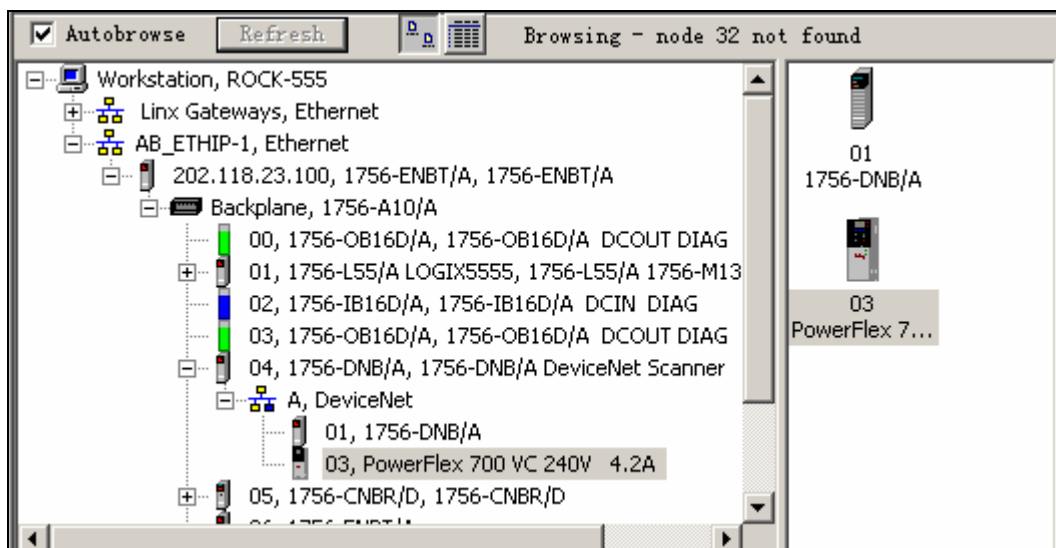

图 5-20 获得驱动组态树
(8) 单击  图标，展开刚才添加的 Ethernet/IP 驱动，如图 5-20 所示。